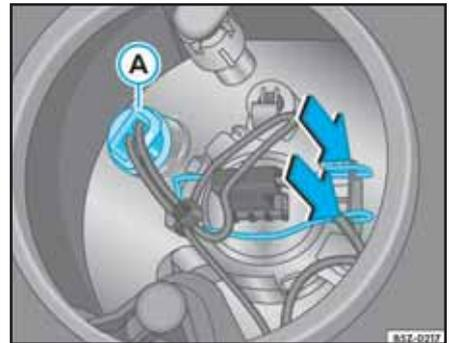

Fig. 184 Acceso a la lámpara de la luz alta/faro delantero (luz de posición)
- Comprima los lados del resorte de fijación separadamente ⇒ fig. 184 - flechas-**contra** la lámpara desplazando el resorte para destrabarlo.